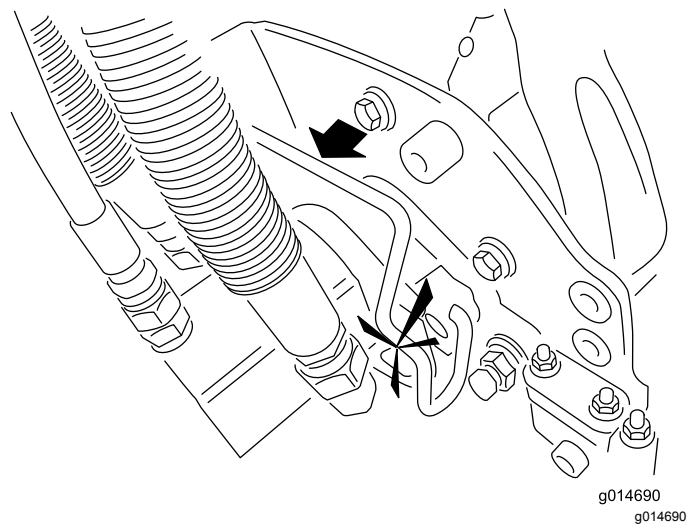

Figura 45
5. Revista o veio estriado do motor da unidade de corte com massa lubrificante limpa (Figura 45).
6. Insira o motor no lado esquerdo da unidade de corte (visto da posição do operador) e empurre a barra de retenção do motor na unidade de corte na direção do motor até ouvir um “clique” de ambos os lados do motor (Figura 45).